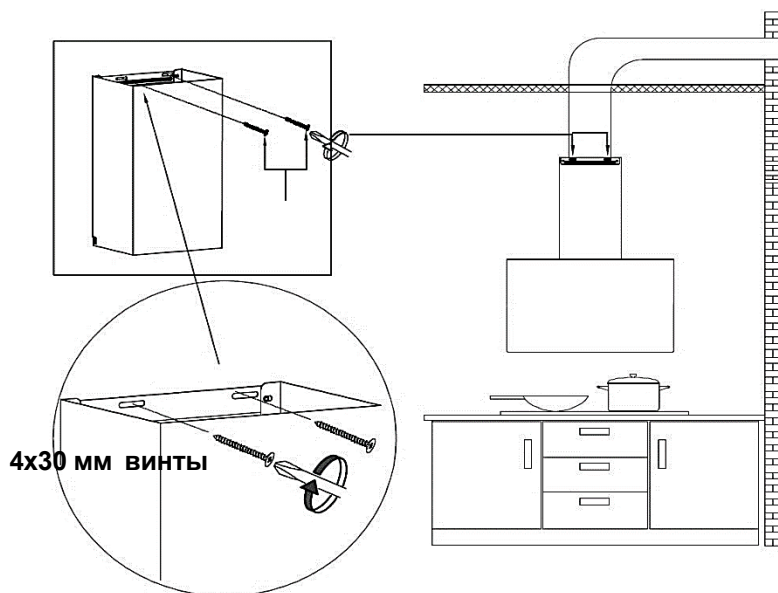

Рисунок 14
13. Закрепите кронштейн нижней части декоративного дымохода в соответствующих отверстиях на стене с помощью винтов 4x30 мм (см. рисунок 14)